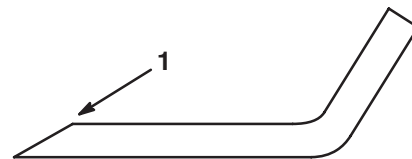

Figure 33
1. Au moyen d'une lime, aiguiser les tranchants aux deux extrémités de chaque lame (Fig. 33) en veillant à conserver l'angle de coupe d'origine. Limez la même quantité de métal sur les deux tranchants pour ne pas déséquilibrer la lame.